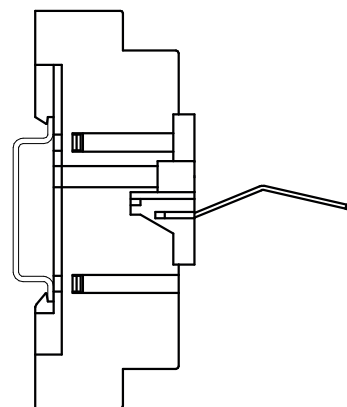

Рисунок 2. Розетка Р30 с креплением на DIN-рейку
- на DIN-рейку 35 мм (**рисунок 2**).